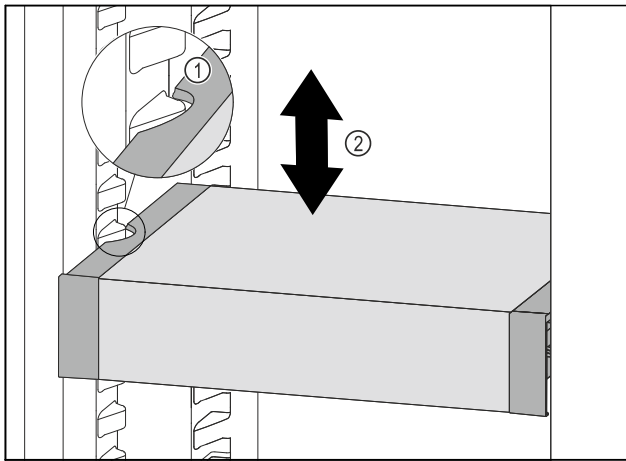

Fig. 91
- ▶ VarioSafe nach vorne ziehen, bis sich die seitlichen Aussparungen des VarioSafes auf Höhe der Behälterrippe im Kühlteil befinden. Fig. 91 (1)
- ▶ VarioSafe im Kühlteil nach oben oder unten bewegen, bis gewünschte Höhe erreicht ist. Fig. 91 (2)